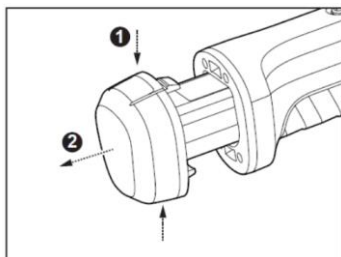

図 8
1. 充電電池の両側ロックを押しながらプローブユニットからゆっくり取り外してください。(図 8)